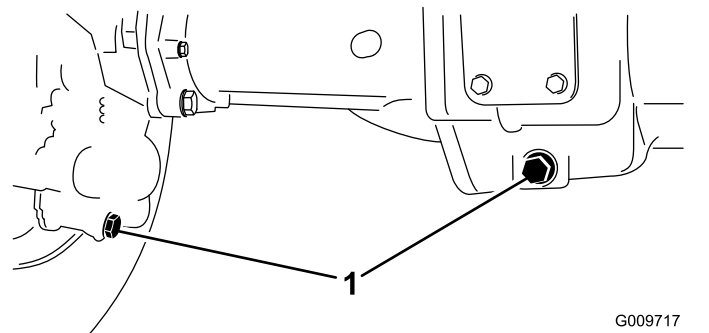

Figure 92
2. Nettoyez la surface autour des 3 bouchons de vidange, 1 à chaque extrémité et 1 au centre (Figure 92).